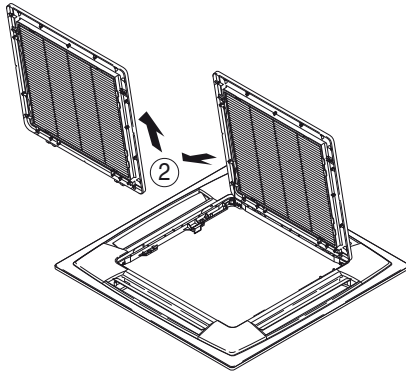

Abb. 7-2
- 3) Bei geöffnetem Lufteinlassgitter das Gitterscharnier von der Deckenverkleidung abnehmen, indem es in Pfeilrichtung ② geschoben wird. (Abb. 7-2) (Das Lufteinlassgitter nach Installation der Deckenverkleidung wieder anbringen.)